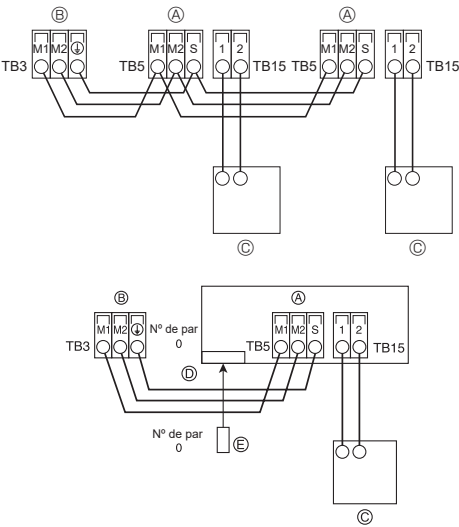

Fig. 6-3
6.5. Conexión de los cables de transmisión del mando a distancia y de las unidades exterior e interior (Fig. 6-3)
- ① Mando a distancia MA
- ② Controlador remoto inalámbrico (al instalar un receptor de señales inalámbricas)
- ① Bloque de terminales para el cable de transmisión interior